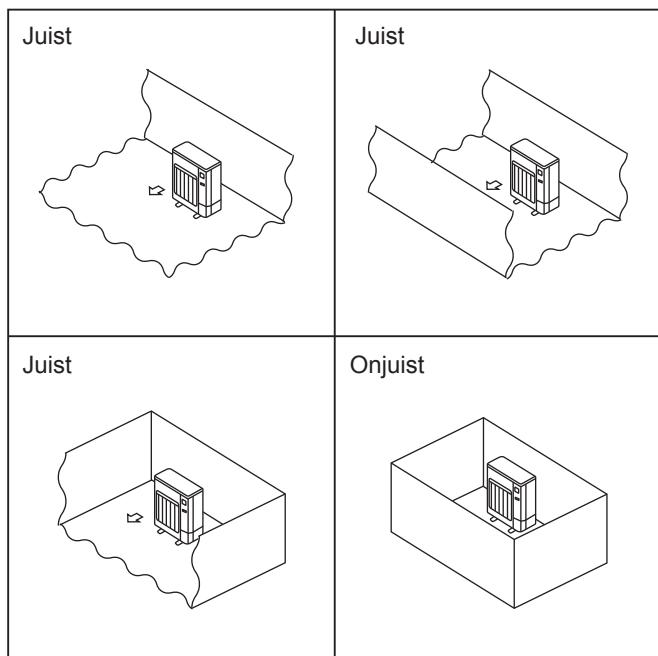

Fig. 2-1
- Installeer buitenapparaten op een plaats met minimaal een van de vier zijden open en in een ruimte zonder verlagingen die voldoende groot is. (Fig. 2-1)